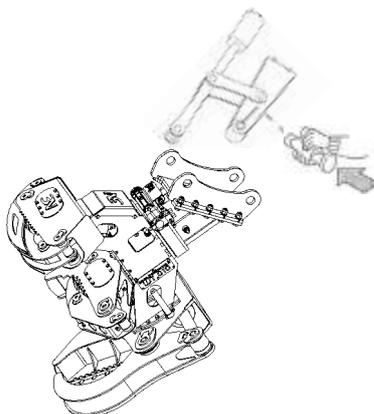

Fig. 4.4.2
- Introduire la première broche en vérifiant son alignement et en la bloquant au moyen de son système de sécurité (vis, goupilles, etc.) (Fig. 4.4.2).